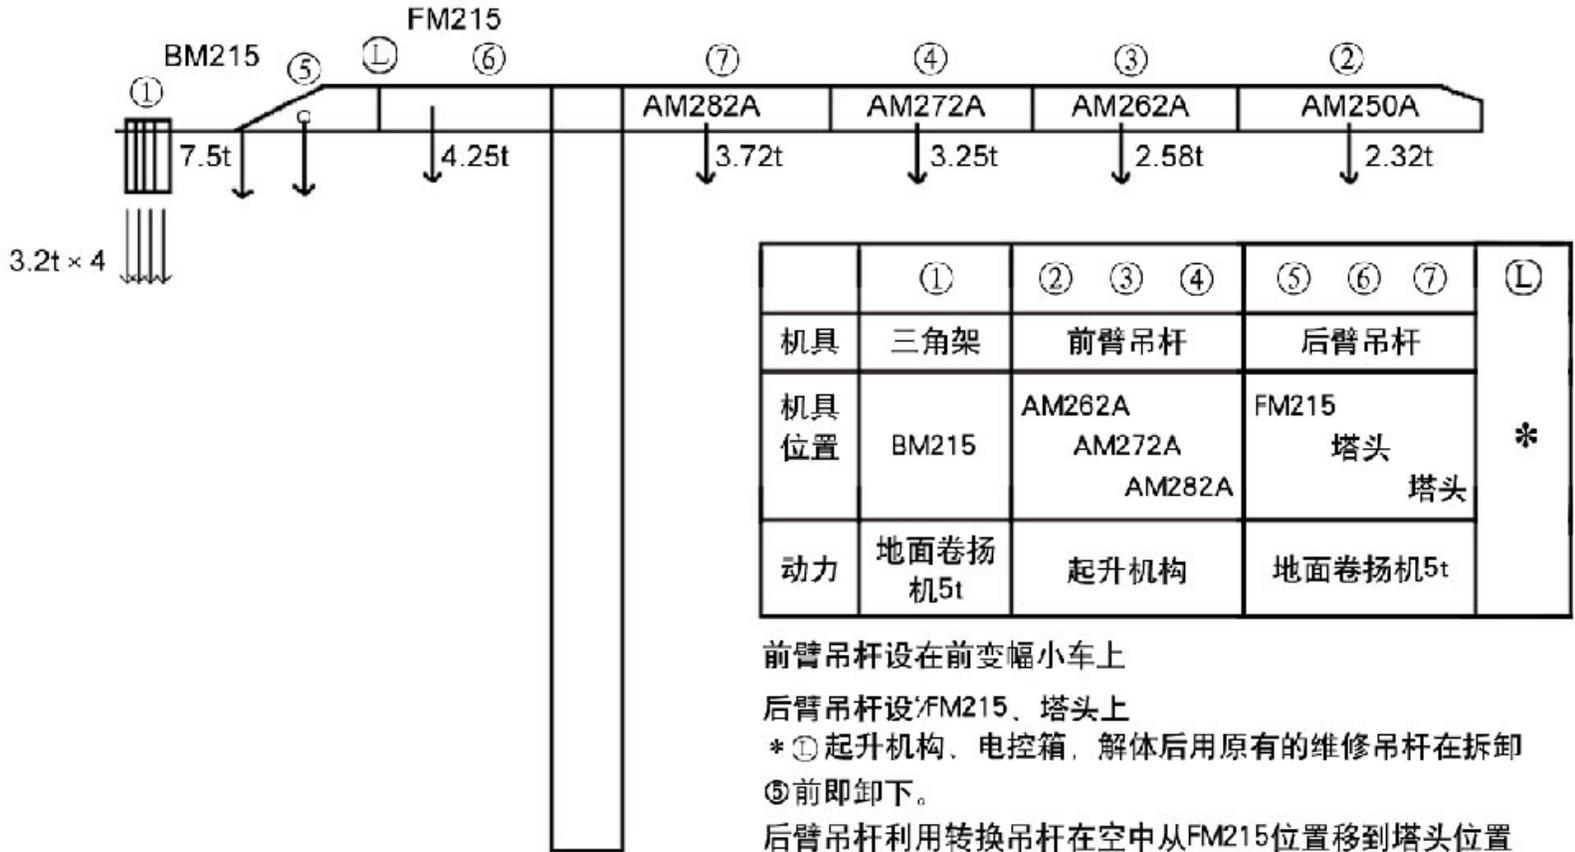

图4 STT293空中拆卸顺序及使用机具
(3) 拆卸顺序(见图4)。
根据此项目实际需要,塔机安装了40m长的起重臂,可以将全部配重(图4中①)卸完而塔机前后臂仍能维持平衡状态。利用前臂吊杆,将4节前臂中的前面3节卸下(图4中②③④),动力装置采用的是塔机自身起重卷扬机。
在拆卸配重臂之前,利用配重臂上的原有维修吊杆将塔机起升机构、电控箱等拆除。利用后臂吊杆拆除配重臂(图4中⑤),动力装置采用地面卷扬机。将后臂吊杆通过转换吊杆转移到塔机回转部位,分别将平衡臂(图4中⑥)和最后一节起重臂(图4中⑦)拆卸下来,动力装置采用地面卷扬机。